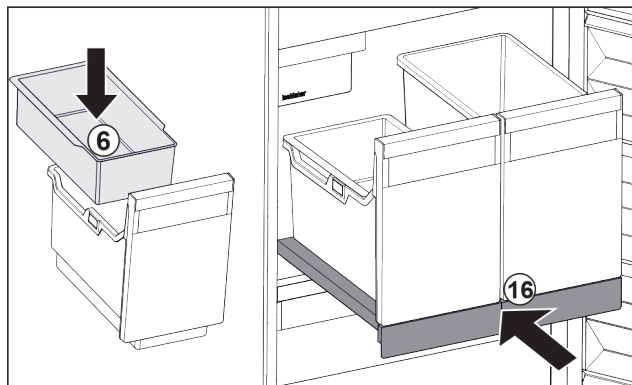

Fig. 39
- ▶ 安装冰块挂盘 Fig. 39 (6)。
- ▶ 将带有容器 (IceTower) 的拉出式搁板推入。 Fig. 39 (16)